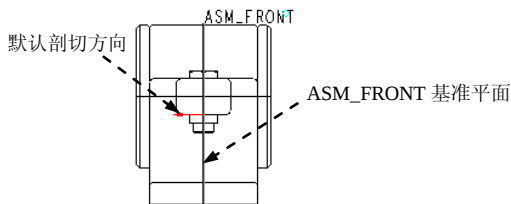

图 3.12.45 定义剖切方向
(1) 双击左视图, 系统弹出“绘图视图”对话框。
(2) 选取 **类别** 区域中的 **截面** 选项, 在 **截面选项** 区域中选中 **2D 横截面** 单选项, 然后单击 **+** 按钮, 在 **名称** 下拉列表中选取剖截面 **B** (B 剖截面在零件模型环境中已创建); 在 **剖切区域** 下拉列表中选取 **半倍** 选项, 在绘图区选取“ASM\_FRONT”基准平面, 此时视图如图 3.12.45 所示, 单击绘图区 ASM\_FRONT 基准平面右侧任一点使箭头指向右侧。